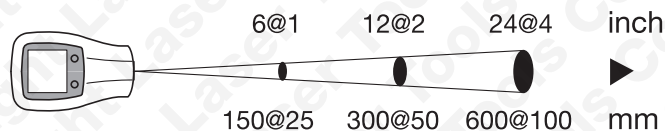
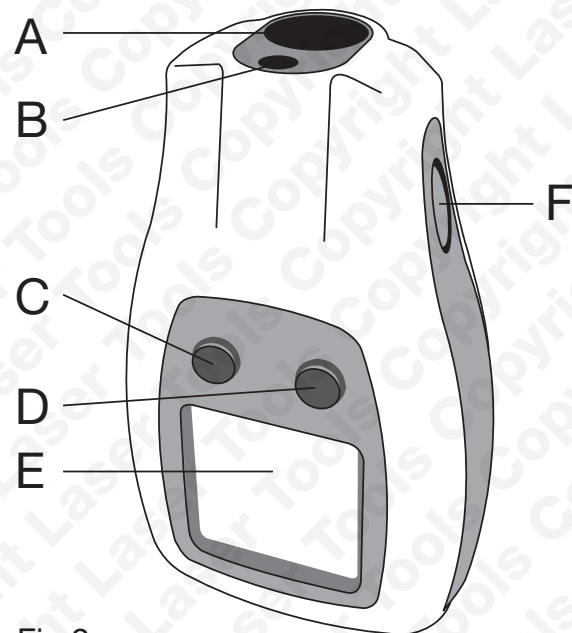

Fig 1: Distance (D) to Spot Size (S)
Fig 2:
Richt het apparaat richting het te meten voorwerp en houd vervolgens de meetknop (F) ingedrukt. De laserstraal helpt bij het positioneren van het gemeten gebied (deze laserstraal kan worden in- of uitgeschakeld — zie Afb. 2). Het LCD-display en de achtergrondverlichting worden ingeschakeld en tonen de temperatuur die wordt geregistreerd (SCAN wordt weergegeven op LCD-display). Als de meetknop wordt losgelaten, wordt de gemeten temperatuurwaarde ongeveer 7-8 seconden weergegeven tot het apparaat automatisch wordt uitgeschakeld (HOLD wordt weergegeven op de LCD-display). Het te meten voorwerp moet groter zijn dan de puntafmeting (zie Afb. 1).